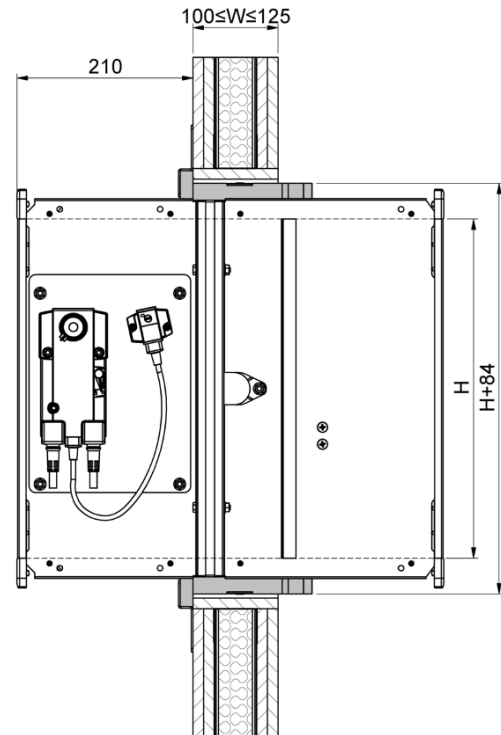

Abbildung 55: Trockeneinbau mit Einbaurahmen Typ ER-A1 in leichte Trennwand (F90) $W \leq 125$ mm
- Abbildung 55). Umlaufender Ringspalt zwischen Aussparung der Wand und Einbaurahmen Typ ER-A1 gleichmäßig ausmitteln. Montage der BKL unter Zuhilfenahme von Montageabhängungen etc..